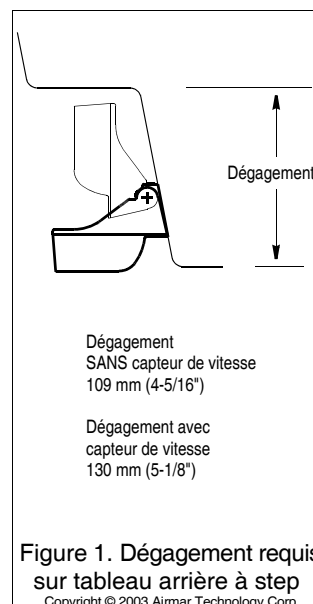

Figure 1. Dégagement requis sur tableau arrière à step
- Respectez un dégagement suffisant au-dessus de l'étrier pour permettre le basculement de la sonde en position relevée (voir Figure 1).